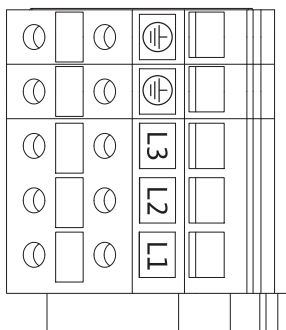

Fig. 25: Stezaljke za jaku struju
- Stezaljke za jaku struju (mrežne priključne stezaljke) (Fig. 25)